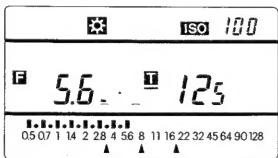
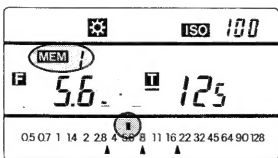

図36
図37
(1)測定後メモリーキーを押すと **MEM 1** となりアナログ部に・又は■で1/2絞り単位で表示がされます。(図36)(図37)